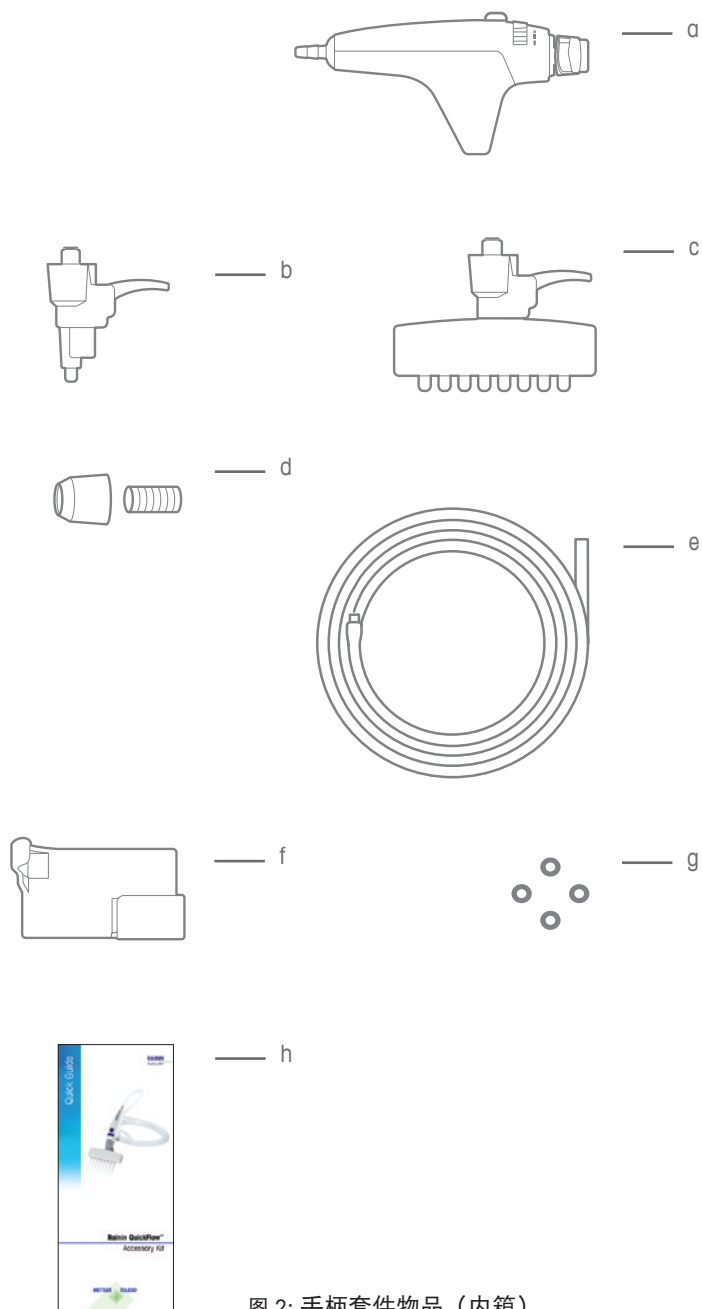

图 2: 手柄套件物品 (内箱)
4. QuickFlow 包括三种不同的手柄适配器（参见第 4 页上的图 2）：